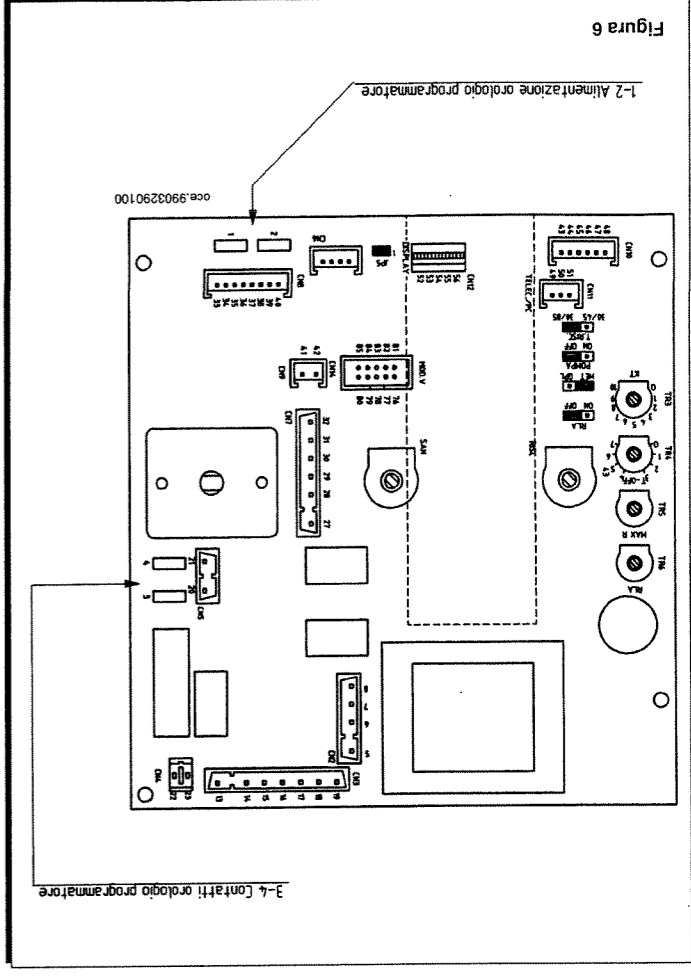

Figura 6
- * collegare il motore del programmatore ai faston 1 e 2 (Figura 6) della scheda elettronica principale, togliendo il ponticello esistente;
- * collegare il contatto in deviazione del programmatore ai faston 3 e 4 (Figura 6).